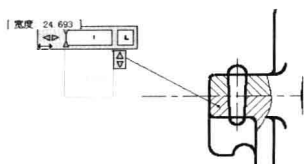

图 7-5-9
(5) 选择菜单命令“标注/多重引线”，或单击“注释”选项卡，在“引线”面板中单击“多重引线”按钮, 命令行提示“指定引线箭头的位置或 [引线基线优先(L)/内容优先(C)/选项(O)] <选项>”，单击一点，确定该点为多重引线箭头符号小点的起始位置。移动光标，拖出一个圆点和引线。
(6) 命令行提示“指定引线基线的位置”，单击另一点，确定该点为基线的位置，显示出多行文字编辑器，移动标尺宽度箭头，增宽多行文字的宽度，如图7-5-9所示。